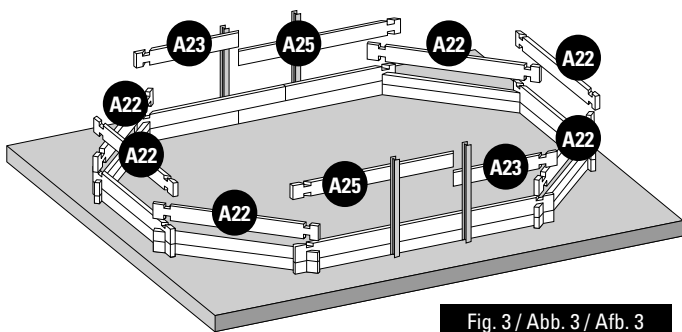

Fig. 3 / Abb. 3 / Afb. 3
- EN** **3rd LAYER OF BOARDS:** Install the third layer of boards as shown in figure 3. The position of the refilling fitting with the key and the skimmer should be defined at the start of the assembly (read the specific paragraphs).
- FR** **3^{ÈME} RANGÉE MADRIERS :** Positionnez les madriers de la 6ème rangée conformément à la figure 3. Vous devez avoir déterminé l'emplacement de la buse de refoulement et du skimmer dès le début du montage (voir paragraphes spécifiques).
- DE** **3. BRETTERREIH:** Platzieren Sie die Bretter der dritten Reihe laut Abb. 3. Zu Beginn der Montage müssen Sie die Lage des Druckventils und des Skimmers festlegen (lesen Sie hierzu die entsprechenden Abschnitte).
- NL** **3ª RIJ PLANKEN:** Plaats de planken van de derde rij zoals te zien is op afbeelding 3. U moet al bij aanvang van de montage bepalen op welke plaats het uitstroommondstuk en de skimmer moet komen (less de betreffende paragrafen).